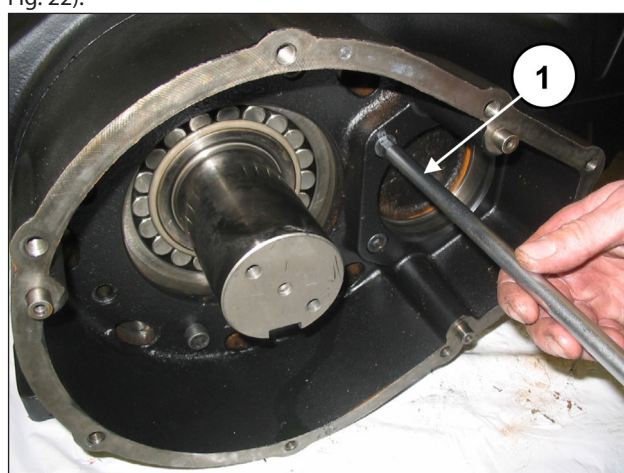
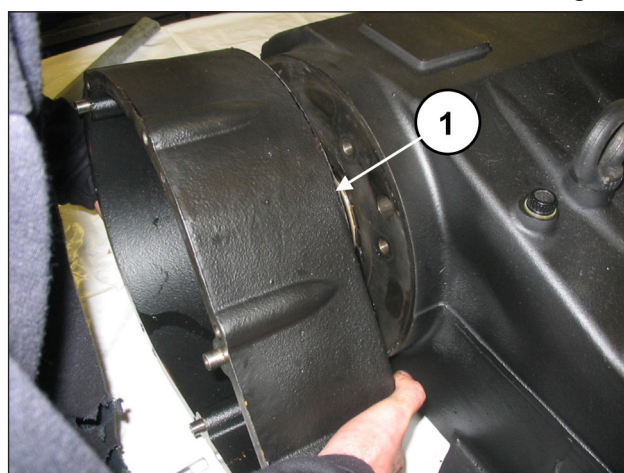

Fig. 21
Fig. 22
Do lado oposto, solte os parafusos de fixação da caixa do redutor (pos. ①, Fig. 21), em seguida, remova-a (pos. ①, Fig. 22).